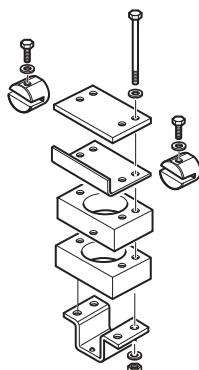

Fig. 26
- Le due piastre distanziatrici di 30 mm di spessore possono opzionalmente compensare una distanza di 30 mm o 60 mm (Fig. 26).